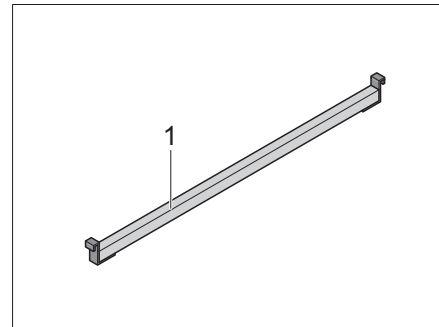

Bild 58 Zusatzleiste
- Zusatzleiste (Bild 58,1) zwischen den Sitzbänken einsetzen.